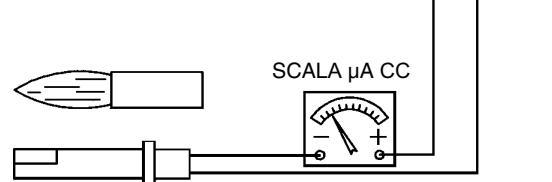

Fig. 24
- Examinati si curatati cu grijă fotorezistenta de detectare a flacarii si inlocuiti-o daca este necesar. Daca aveti dubii, verificati circuitul de detectie dupa prima repornire a arzatorului , urmand procedura ilustrata in Fig. 24.
Pentru a masura semnalul de detectie , urmati schema din Fig. 24. Daca semnalul nu este in gama admisibila, verificati contactele electrice, curateniac capului de ardere , pozitia fotorezistentei si daca este necesar inlocuiti-o .